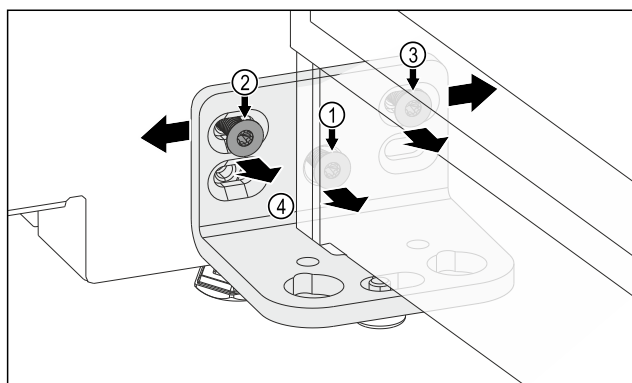

Fig. 12
- ▶ Отстранете винта Fig. 12 (1).
- ▶ Разхлабете винта Fig. 12 (2) и винта Fig. 12 (3). За винта Fig. 12 (3) се нуждаете от къса ъглова отвертка.
- ▶ Преместете вратата с ъгъла на пантата Fig. 12 (4) наляво.
- ▶ Преместете вратата с ъгъла на пантата Fig. 12 (4) надясно.
- ▶ Крайната позиция на вратата е достигната: Затегнете винта Fig. 12 (2) и винта Fig. 12 (3).
- ▶ Вече не се нуждаете от винта Fig. 12 (1).